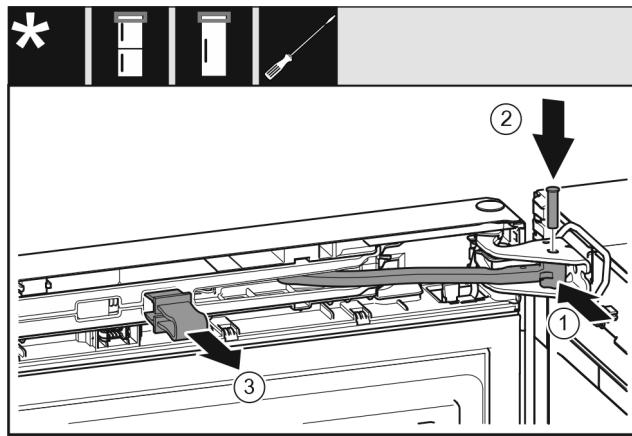

Fig. 53
- ▶ 将铰链 Fig. 53 (1) 转入托架。
- ▶ 将螺栓 Fig. 53 (2) 插入托架和铰链。同时注意止动凸轮需正确地位于凹槽中。
- ▶ 取下保险装置 Fig. 53 (3)。